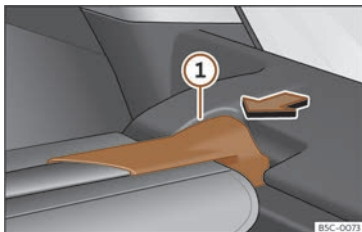

Fig. 176 Dans le coffre à bagages : démonter la plage arrière.
- Appuyez sur le support de la plage arrière >>> **fig. 176** (1) dans le sens de la flèche.
- Insérez le support de la plage arrière >>> **fig. 176** (1) dans le logement de l'autre côté.